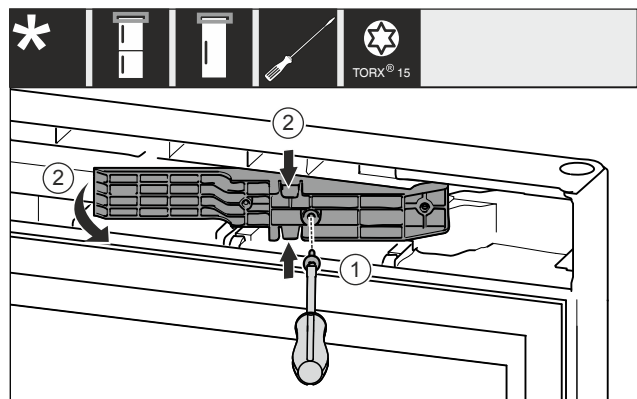

Fig. 10 *
- Desserrer les vis avec un tournevis T15. Fig. 10 (1)*
- Sortir l'adaptateur. Fig. 10 (2)*